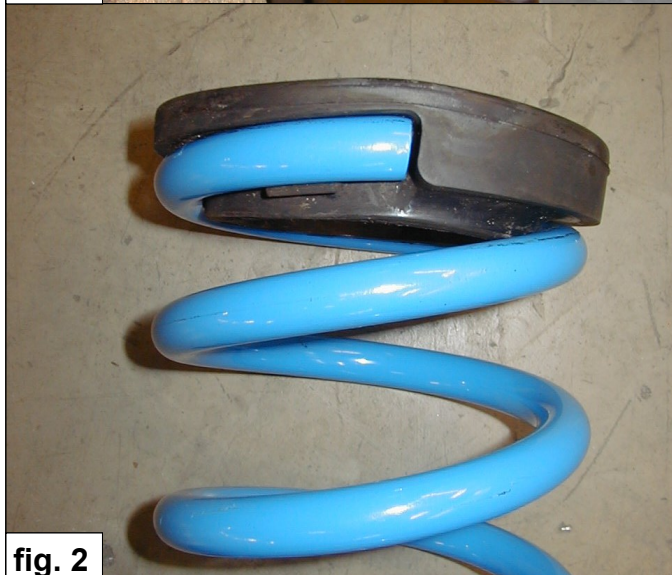

fig. 2
4. Zet het bovenste veerrubber over op de MAD vervangende hoofdveer. Zie fig. 2.
4. Put the top spring rubbers on to the MAD spring. See fig. 2.
4. Befestigen Sie die originale Federgummis zu der MAD Ersatzfeder. Siehe Fig. 2.
4. Placez les caoutchoucs d'origine sur le ressort de substitution MAD. Voir fig. 2.
4. Traslade las gomas originales al nuevo muelle principal MAD. Véase fig. 2.